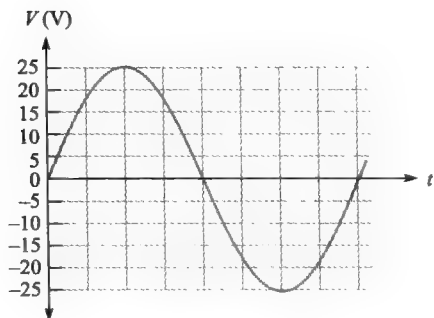

图 8-73
- 对图 8-73 的正弦波求峰值、峰峰值、有效值和半周期平均值。
- 如图 8-73 所示水平每格为 1ms，求在下列时刻的电压瞬时值：
- 在图 8-73 中，在下列角度时的瞬时电压是多少？